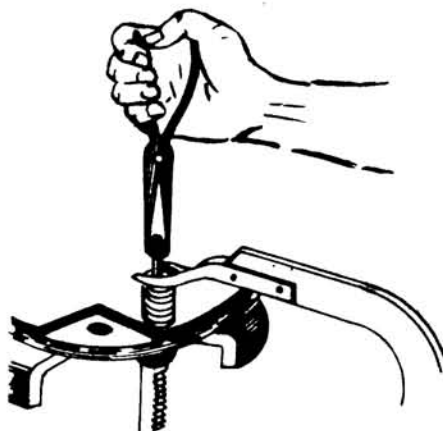

Fig. 2
- 3o Paso - *Retire el seguro del resorte (pasador o chaveta) (fig. 2).*